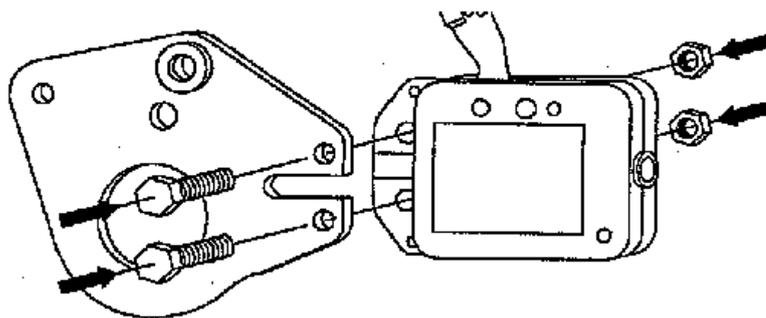

Fig. 2-49 Instalación del Soporte del Seguricable
- Introducir por un lado los dos tornillos M12x25 según la Fig. 2-49.